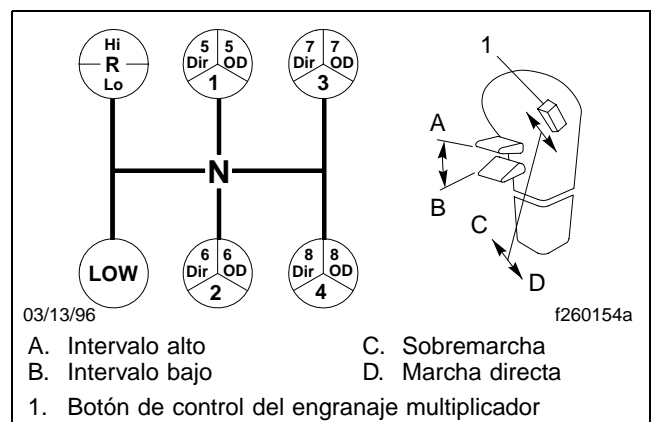

Figura 8.12, Patrón de cambios de la transmisión Meritor modelo RMO de 13 marchas
La transmisión Meritor RMO13-145A tiene trece marchas hacia adelante y dos marchas en reversa. Cada transmisión consta de una sección delantera de 5 marchas, y una sección auxiliar de 3 marchas. La sección auxiliar contiene relaciones de los intervalos bajo y alto, más un engranaje multiplicador de sobremarcha. Vea la **Figura 8.12**.
4. Al estar en 5ª directa, y listo para cambiar a la siguiente marcha más baja, empuje la palanca de selección de intervalo hacia abajo, al intervalo bajo. Haga pedalazo doble del embrague a través de neutro, y cambie a la 4ª marcha. Vea la **Figura 8.12**. Al pasar la palanca de cambios por neutro, la transmisión cambiará automáticamente del intervalo alto al intervalo bajo.